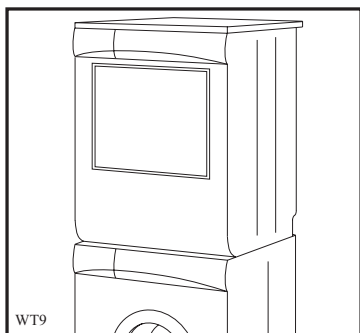

рис. 5
- модели без плинтуса (рис. 5 и 6)